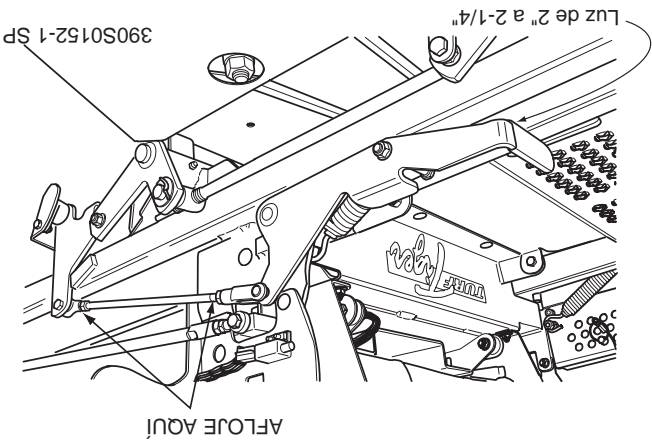

Figura 6-1 Ajuste del freno
2. Con la palanca de freno en la posición desconectada, revise la distancia entre la parte superior del tubo del bastidor y la parte inferior del mango del freno. La distancia debe ser de 2" a 2-1/4" (Vea la Figura 6-1).
3. Si la distancia no está en la medida especificada, regule aflojando la contratuercas en ambos extremos de la varilla de control del freno y girando la varilla hasta alcanzar la distancia apropiada. (Vea la Figura 6-1). Apriete las contratuercas.